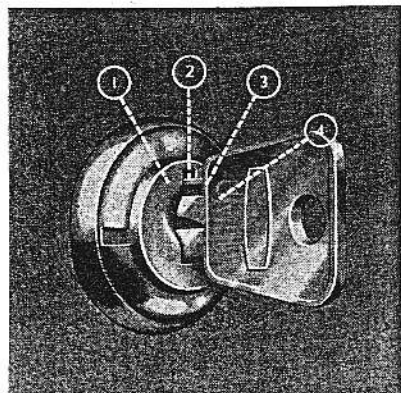

Fig. 7
De schakelaar (fig. 7) verbindt de startmotor en andere elektrische uitrusting (voor zover aanwezig) met de batterij. Door de contactsleutel om te draaien kan men het contact in elke van de 4 standen zetten.
5. Draai de schakelaar van de „UIT” stand (2) naar de „START” stand (4), zodat U de startmotor kunt inschakelen. Zodra de motor is gestart, moet U de schakelaar loslaten en deze springt automatisch terug in stand 3 (zie fig. 7). Zet de gashandle in de gewenste stand voor het aantal benodigde toeren. Indien de motor na 5 tellen niet is gestart
2. Zet de schakelaar in de „UIT” stand (2) (fig. 7).